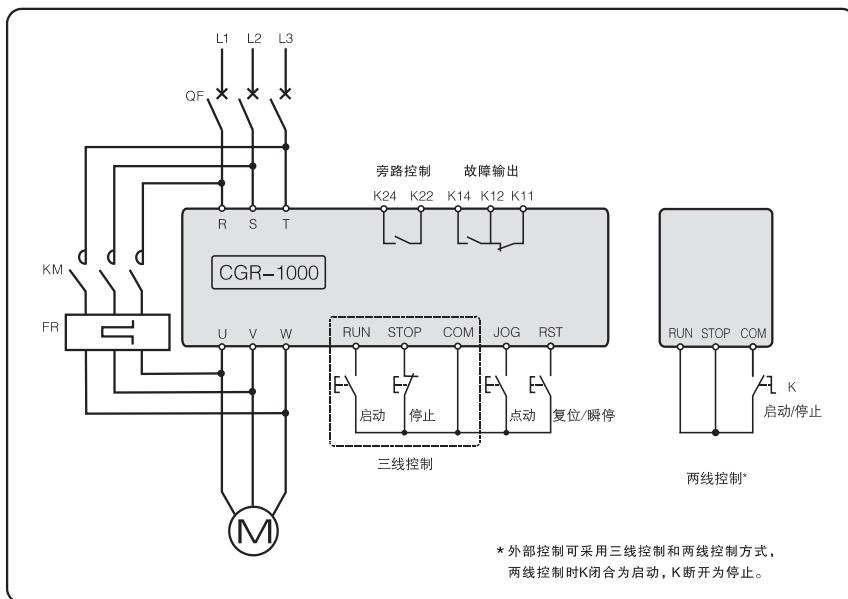

图 5-2
1. CGR1000系列软启动器在启动完成后，不具备在线运行功能。因此，使用时必须配接旁路接触器KM，详见图5-2。
2. CGR1000系列软启动器在启动完成，旁路接触器吸合后，仅具备输入电压缺相保护功能。因此，在使用时，电机侧必须加装热继电器或电机保护器来实现对电机的保护，详见图5-2。
2.CGR1000系列软启动器外部启动、停车控制有两种接线方式，即三线控制接线和两线控制接线，详见图5-2。
* 表示外控有两种接线方式，详见基本接线图5-2。
- 注：① 应根据负载的特性选择合适的启动模式。
② 为保证电机的软启动效果，斜坡初始电压不可设置过高，一般情况下设置为25%~50%范围内。
③ 电压的百分比是指即时引入电网电压的百分比。
④ 电流的百分比是指当前额定电流的百分比。
⑤ 当启停控制方式被设置为3，而外控连接为两线控制方式时（详见第6页图5-2），键盘启动（键）和停止（键）无效。